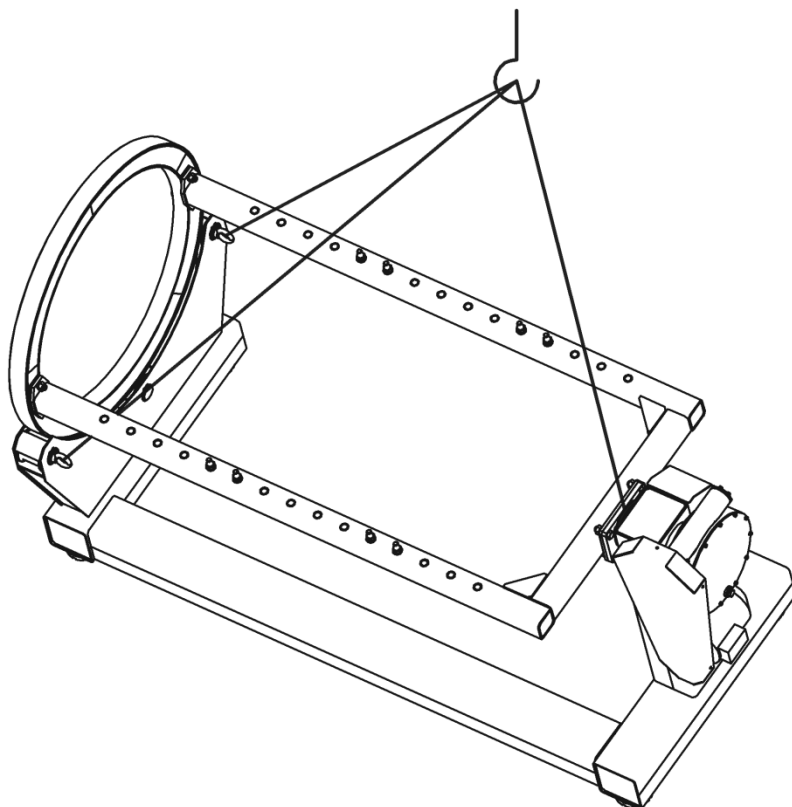

Рис. 3 Схема строповки станда
9.6. Схема строповки станда приведена на рис. 3.